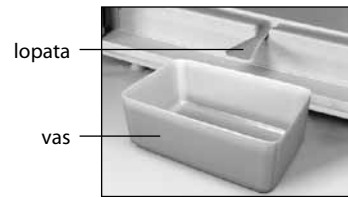

Figura 5 – Colectarea apei topite din SC
- scoateți apa provenită din topirea, stabilind, în conformitate cu figura 5 lopată și un recipient de cel puțin 2 litri;